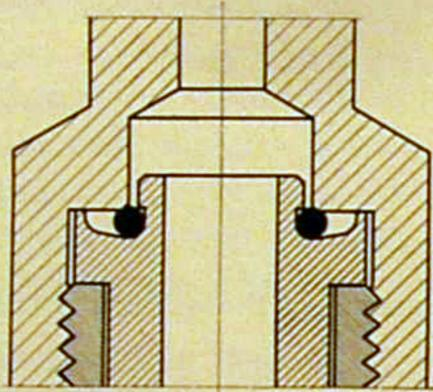

Abb. 7a
4.2. Der Lungenautomat PA 61/II ist mit dem bekannten DRÄGER-Handanschluß R $\frac{5}{8}$ " versehen. Beim Anschrauben des Lungenautomaten an die Flasche oder an das Flaschenpaket darf keine übermäßige Kraft angewandt werden. Die Dichtung erfolgt nach dem Aufdrehen des Flaschenventils durch den Druck (Abb. 7a und 7b).